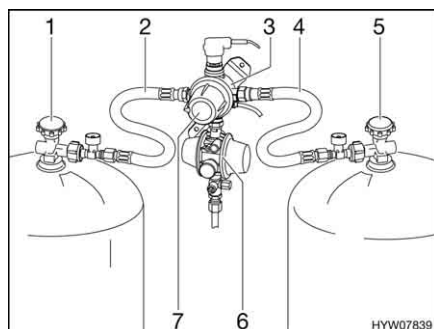
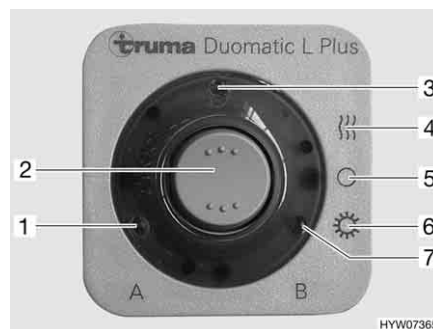

Fig. 111 Impianto di commutazione DuoComfort
Fig. 112 Centralina di controllo
L'impianto di commutazione DuoComfort è costituito da una valvola di commutazione (Fig. 111,3) e da una centralina di controllo (Fig. 112). Il regolatore centrale è montato tra il regolatore di pressione del gas (Fig. 111,6) e i tubi del gas (Fig. 111,2 e 4). Con la manopola (Fig. 111,7) sulla valvola di commutazione è possibile stabilire, quale delle bombole del gas viene utilizzata come bombola in uso e quale bombola del gas viene utilizzata come bombola di riserva.
Sulla centralina di controllo (Fig. 112) possono venire azionate solo le funzioni elettriche. Le valvole principali di arresto delle bombole del gas (Fig. 111,1 e 5) devono essere aperti manualmente.
- Aprire le valvole principali di arresto delle bombole del gas (Fig. 111,1 e 5).
- Con la manopola (Fig. 111,7) sul regolatore (Fig. 111,3) selezionare la bombola del gas, da cui proviene la principale alimentazione del gas (bombola in uso).
- Sulla centralina di controllo (Fig. 112) attivare l'impianto di commutazione DuoComfort.
Posizionare l'interruttore a bilico (Fig. 112,2) su funzionamento invernale "On e riscaldamento" (Fig. 112,4) oppure su funzionamento estivo "On" (Fig. 112,6). La valvola di commutazione è ora disareata. L'indicazione di funzionamento (Fig. 112,3) si accende.
- Portare l'interruttore a bilico (Fig. 112,2) in posizione "O" (Fig. 112,5). L'indicazione di funzionamento (Fig. 112,3) si spegne.
- Chiudere le valvole principali di arresto delle bombole del gas (Fig. 111,1 e 5).
Le spie di controllo sulla centralina di controllo (Fig. 112,1 e 7) segnalano all'interno del veicolo, se le bombole del gas sono pronte al funzionamento.